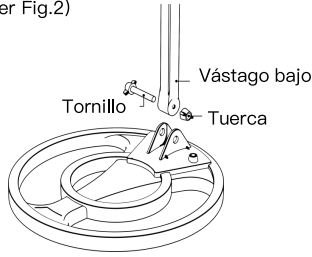

Fig.2
1. Inserte el vástago inferior y alinee el orificio de la bobina de búsqueda y el vástago inferior. Introduzca el tornillo por el orificio y apriete el pomo. (Ver Fig.2)